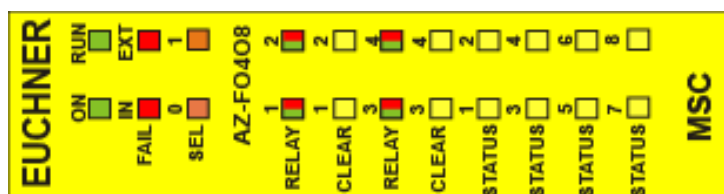

Figure 37 :
8.4.10. Module AZ-F0408 (Figure 37)